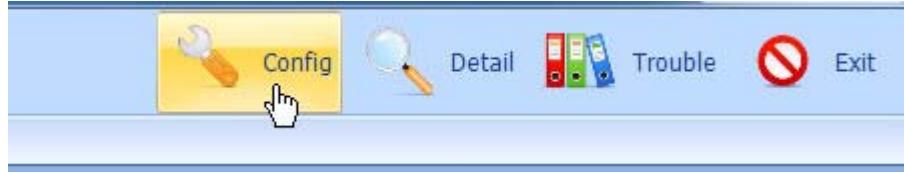

Fig. 4.3.1
- Fig.4.3.1 “ Config” 아이콘을 클릭합니다